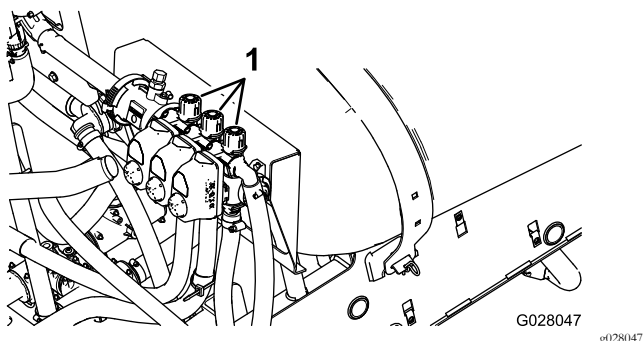

Bild 107
11. Stellen Sie den linken Ausleger ab und stellen das Handrad für das Auslegersicherheitsventil (Bild 107) ein, bis der Druck am vorher angepassten Niveau (normalerweise 2,75 bar) liegt.
13. Stellen Sie das Handrad des rechten Auslegersicherheitsventils (Bild 107) ein, bis der Druck am vorher angepassten Niveau (normalerweise 2,75 bar) liegt.
15. Stellen Sie das Handrad des mittleren Auslegersicherheitsventils (Bild 107) ein, bis der Druck am vorher angepassten Niveau (normalerweise 2,75 bar) liegt.